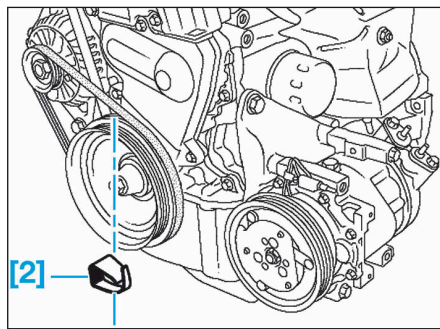

FIG.5
- Positionner l'outil [2] sur la poulie de vilebrequin (Fig.5).